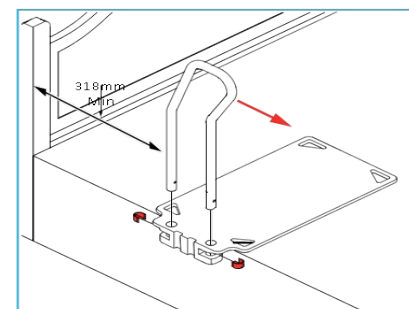

Abbildung 2
3.1c Positionieren Sie die Betauflage so, dass der Benutzer den Griff aus einer entspannten Liegeposition erreichen kann, ohne sich strecken zu müssen. Für die Sicherheit des Benutzers muss dies mindestens 318 mm vom Kopf- oder Fußteil entfernt sein. (siehe Abb. 2).